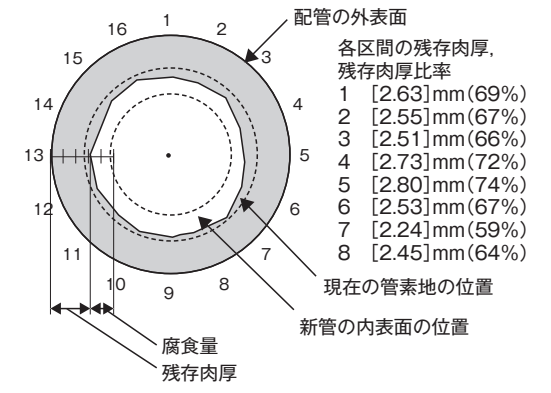

図1 超音波肉厚測定の実例
- ③非破壊検査：超音波肉厚測定
- 配管表面に超音波探触子を当て、発信した超音波のエコーの時間を測定して肉厚を測定する方法で、精度の高い測定ができます(図1)。
- ④非破壊検査：内視鏡調査